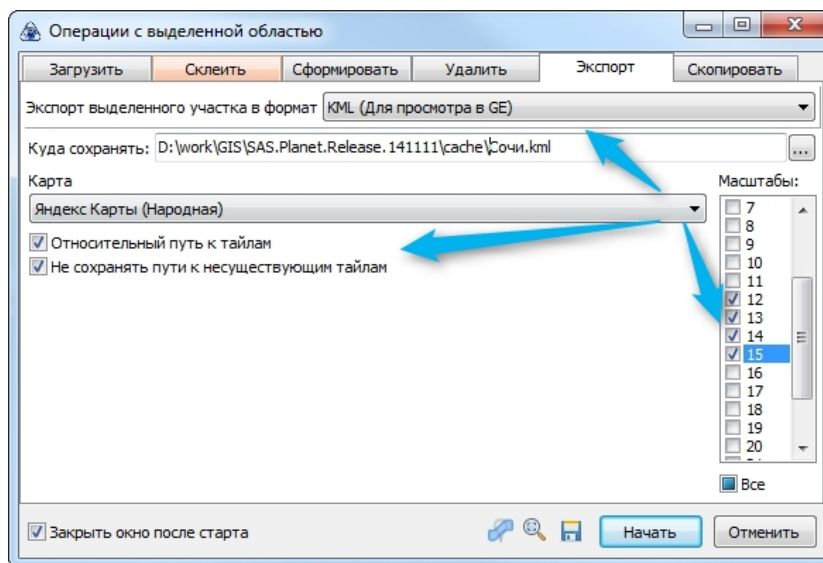

Рис. 22: Операции с выделенной областью
3. Укажите все скачанные масштабы, например, с 12 по 17. Выберите интересующий источник данных. Активируйте опции **Относительный путь к тайлам** и **Не сохранять пути к несуществующим тайлам** (рис. 22).